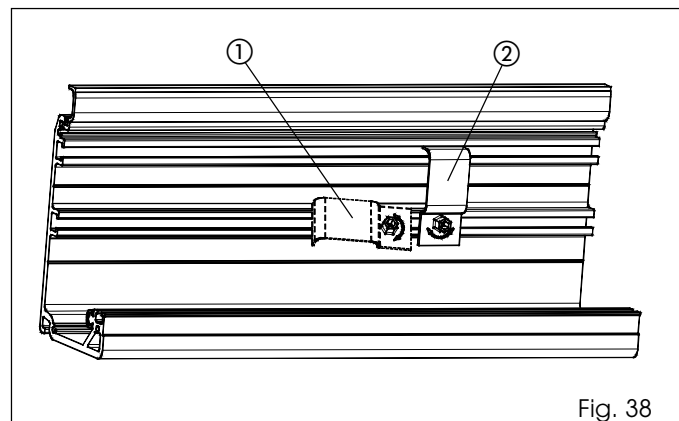

Fig. 38
Monter les passe-câbles fournis parallèlement au profilé (fig. 38 réf. ①), puis les tourner de 90° pour obtenir le blocage (fig. 38 réf. ②).